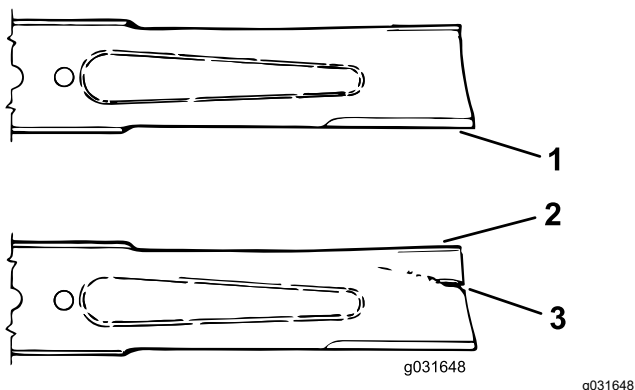

Bild 75
3. Prüfen Sie die Schnittkanten des Messers sorgfältig, insbesondere dort, wo die geraden Flächen die gebogenen berühren (Bild 75).